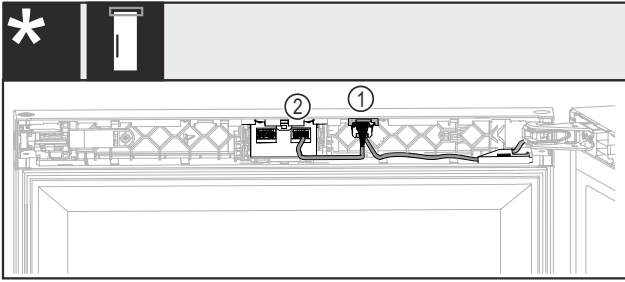

Fig. 45 Uden lås eller med mekanisk lås*
- ▶ Skub stik med begge kabler Fig. 45 (1) ind i føringen.*
- ▶ Klik stikket med et kabel Fig. 45 (2) fast i højre lomme.*